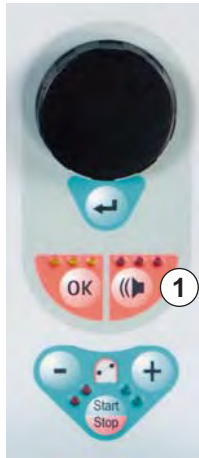

Рис. 10-2 Кнопка *Тревога* с красными светодиодами
Кроме того, активный сигнал тревоги показывается красными светодиодами, горящими над кнопкой *Тревога* (Рис. 10-2, ①).